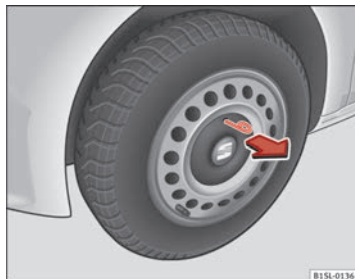

Fig. 138 Retirez l'enjoliveur de la jante en acier.
- Pour les retirer, prenez le crochet en fil de fer fourni avec l'outillage de bord et accrochez-le fil au bord de l'enjoliveur ⇒ fig. 138.